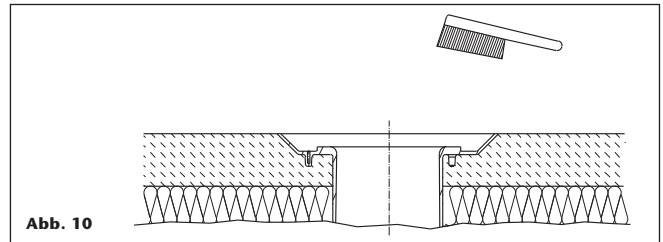

Abb. 10
- Die Dichtfläche muss frei von Schmutz und trocken sein (Abb. 10).